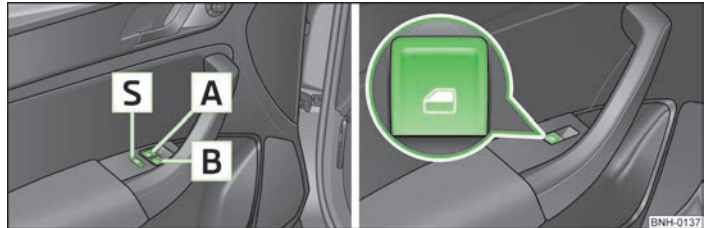

Fig. 17 Tastele din portiera șoferului/ portierele spate
- Când se transportă copii pe locurile din spate, vă recomandăm să scoateți din funcțiune comutatoarele din portierele din spate (comutatorul de siguranță) **[S]** » fig. 17 la pagina 32.
Prin apăsarea comutatorului de siguranță **[S]** » fig. 17, puteți scoate din funcțiune tastele acționării geamurilor din portierele din spate. Apăsând încă o dată comutatorul de siguranță **[S]**, puteți restabili funcționarea tastelor acționării geamurilor din portierele din spate.